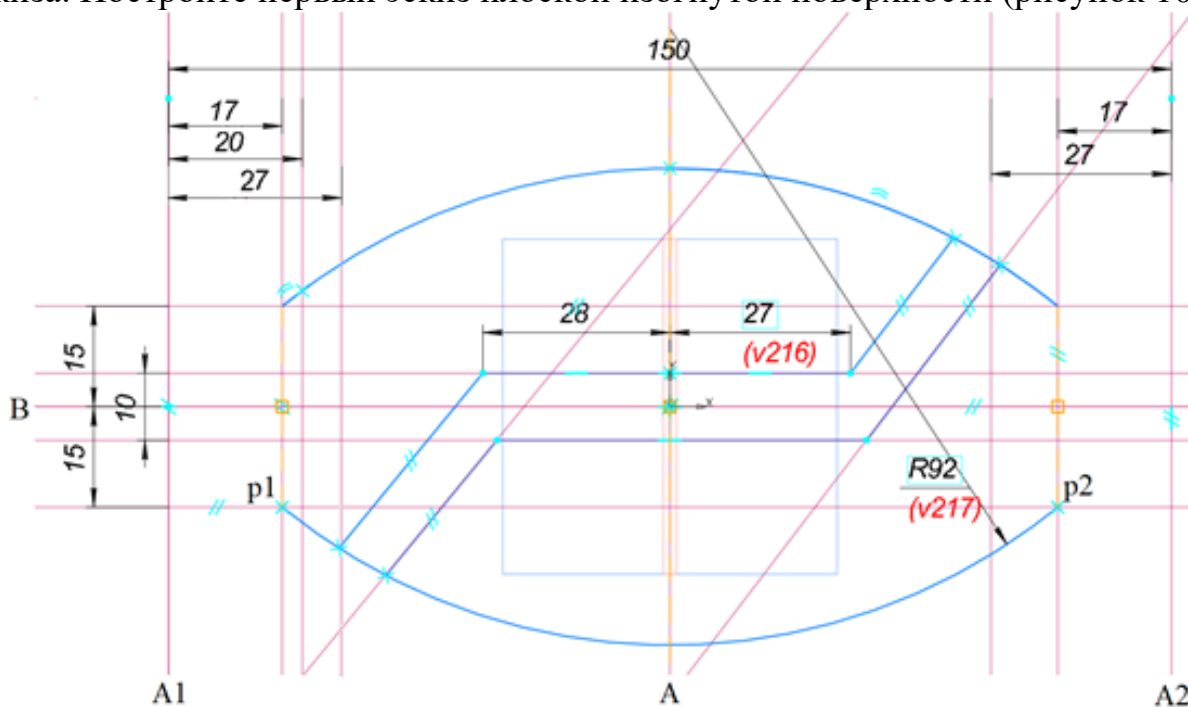

Рисунок 10 – Построение эскиза плоской изогнутой поверхности
2. Выберите в дереве модели Плоскость XY, войдите в режим создания эскиза. Постройте первый эскиз плоской изогнутой поверхности (рисунок 10).